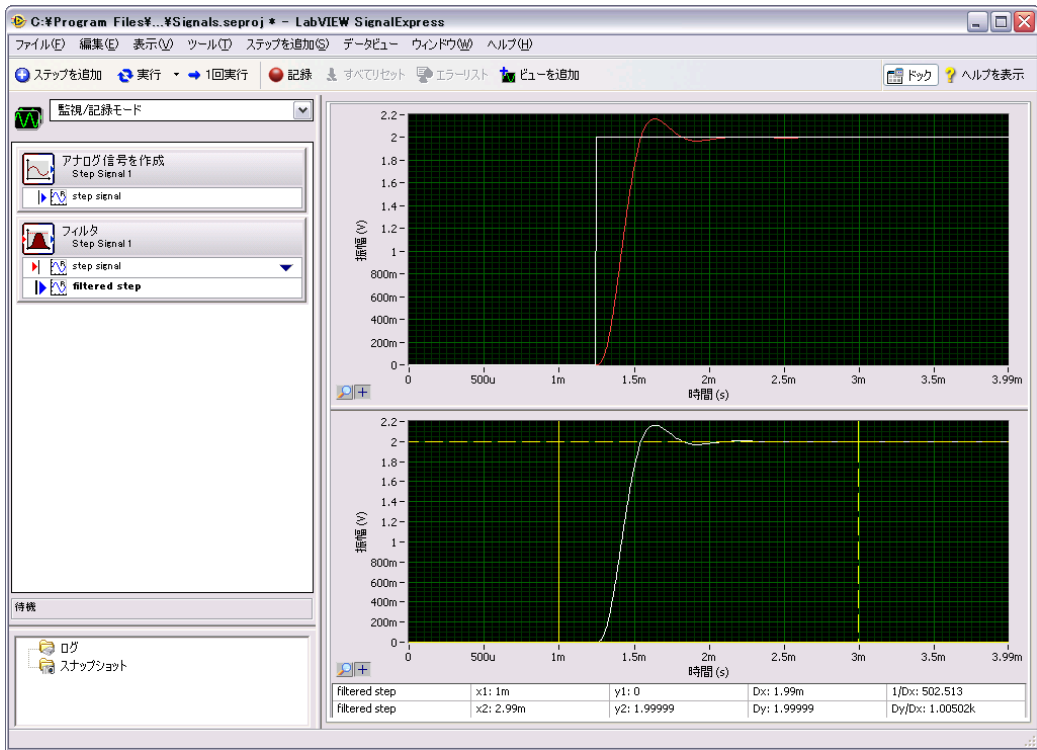

図 4-1 Signals.seproj
- 新しいグラフを右クリックし、ショートカットメニューから**表示項目**→**カーソル**を選択して、図 4-1 に示す 2 つの対話式カーソルを表示します。